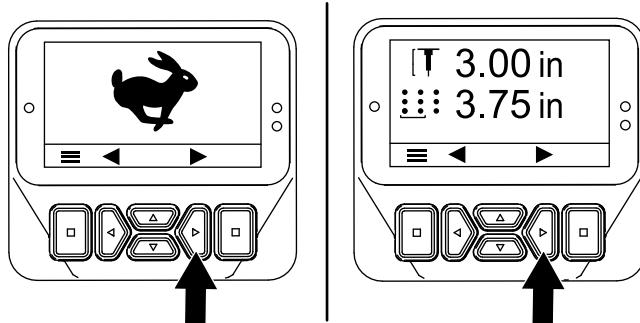
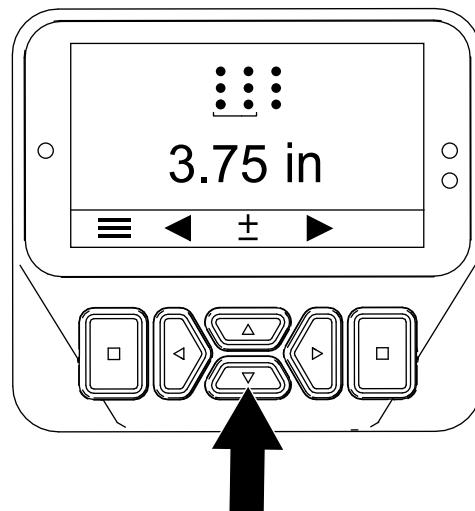

Figura 53
Figura 54
3. Pulse el botón derecho hasta que se muestre la pantalla Setting the Hole Spacing (Ajuste del espacio de las perforaciones) (Figura 53 y Figura 54).
4. Ajuste el espacio de las perforaciones (Figura 54) del siguiente modo: